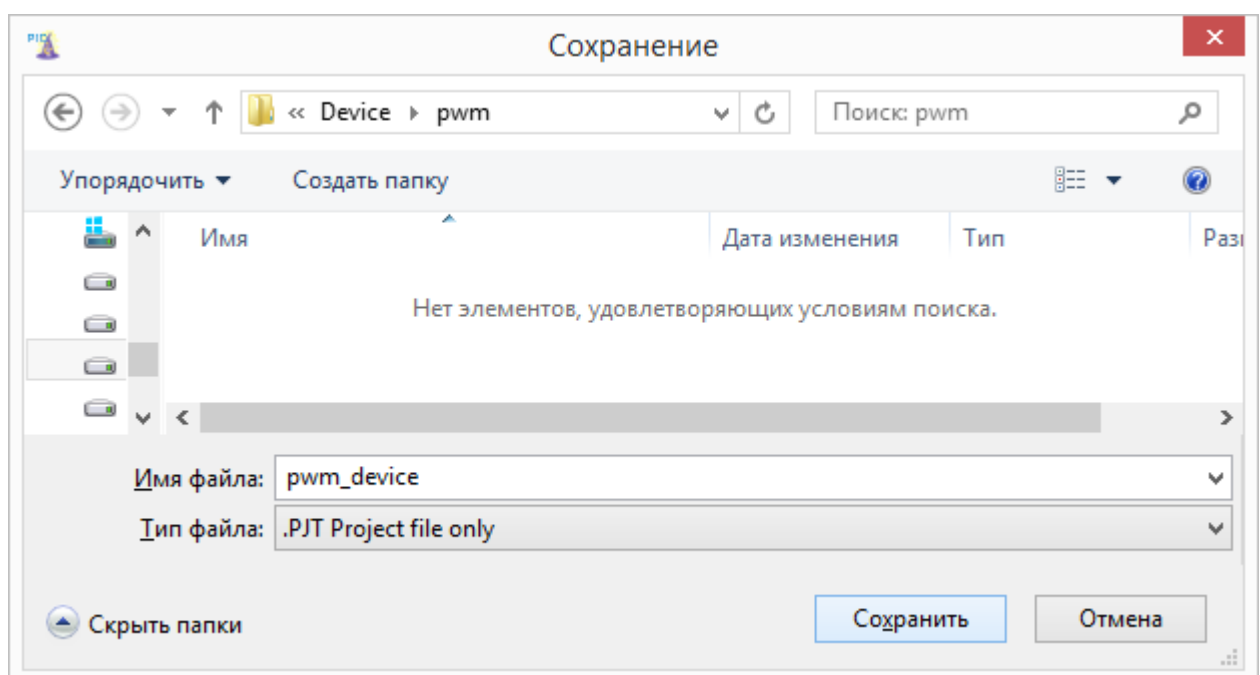

Рисунок 3.2.3 – Процес створення проекту у **IDE PCWH**
3. Створити або вибрати свій директорій і записати у нього проект під будь-яким іменем латинським шрифтом, наприклад: «**pwm.pjt**» (рис. 3.2.3):